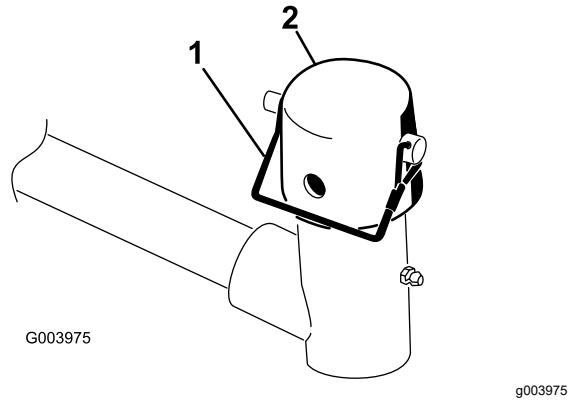

图 4
3. 在每个滚刀组提升臂处拆下将盖子固定到提升臂轴枢的锁扣销然后拆下盖子 图 4。